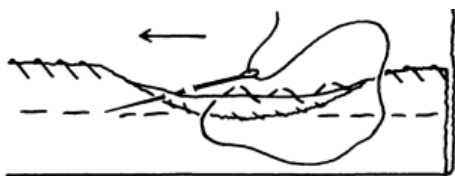

Рис. 8
### ПОТАЙНЫЕ СТЕЖКИ (РИС. 8)
1. Большим пальцем правой руки удерживайте край подгиба, отворачивая его по мере выполнения шва (рис. 8). Закрепите нить с правого конца.
2. Сделайте маленький стежок «вперед иголку» рядом со сгибом припуска на подгиб. Затем сделайте наклонно влево простой подшивочный стежок, вводя иглу с изнаночной стороны подвернутого края у основания обметки (рис. 8).